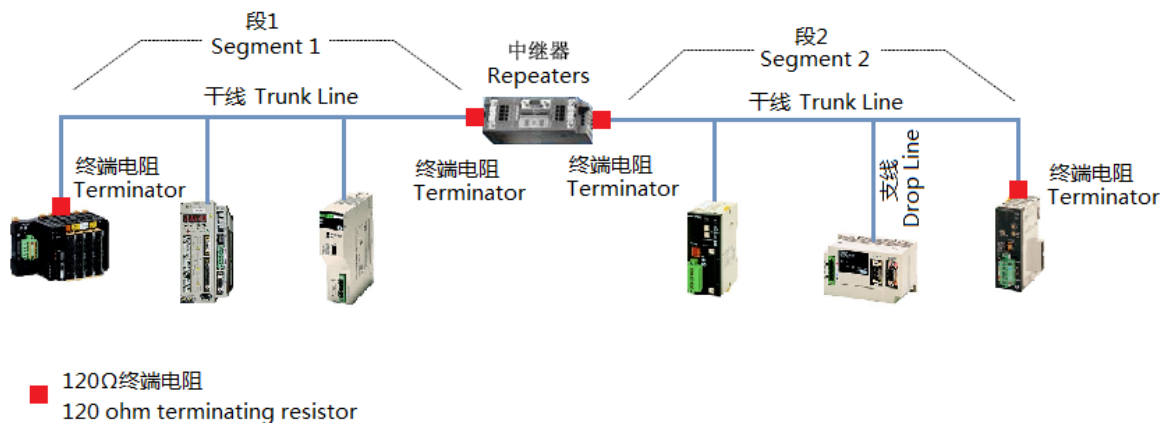

图 1-1 CAN 总线采用总线型网络拓扑结构
1.1、各种CAN总线标准规定CAN信号传输时，采用总线型的网络拓扑结构，并提出了网络段、终端、中继器、连接器等网络部件和概念，如图1-1所示，中继器将总线分割为段1和段2二个网络段，每个网络段的头和尾称为终端。